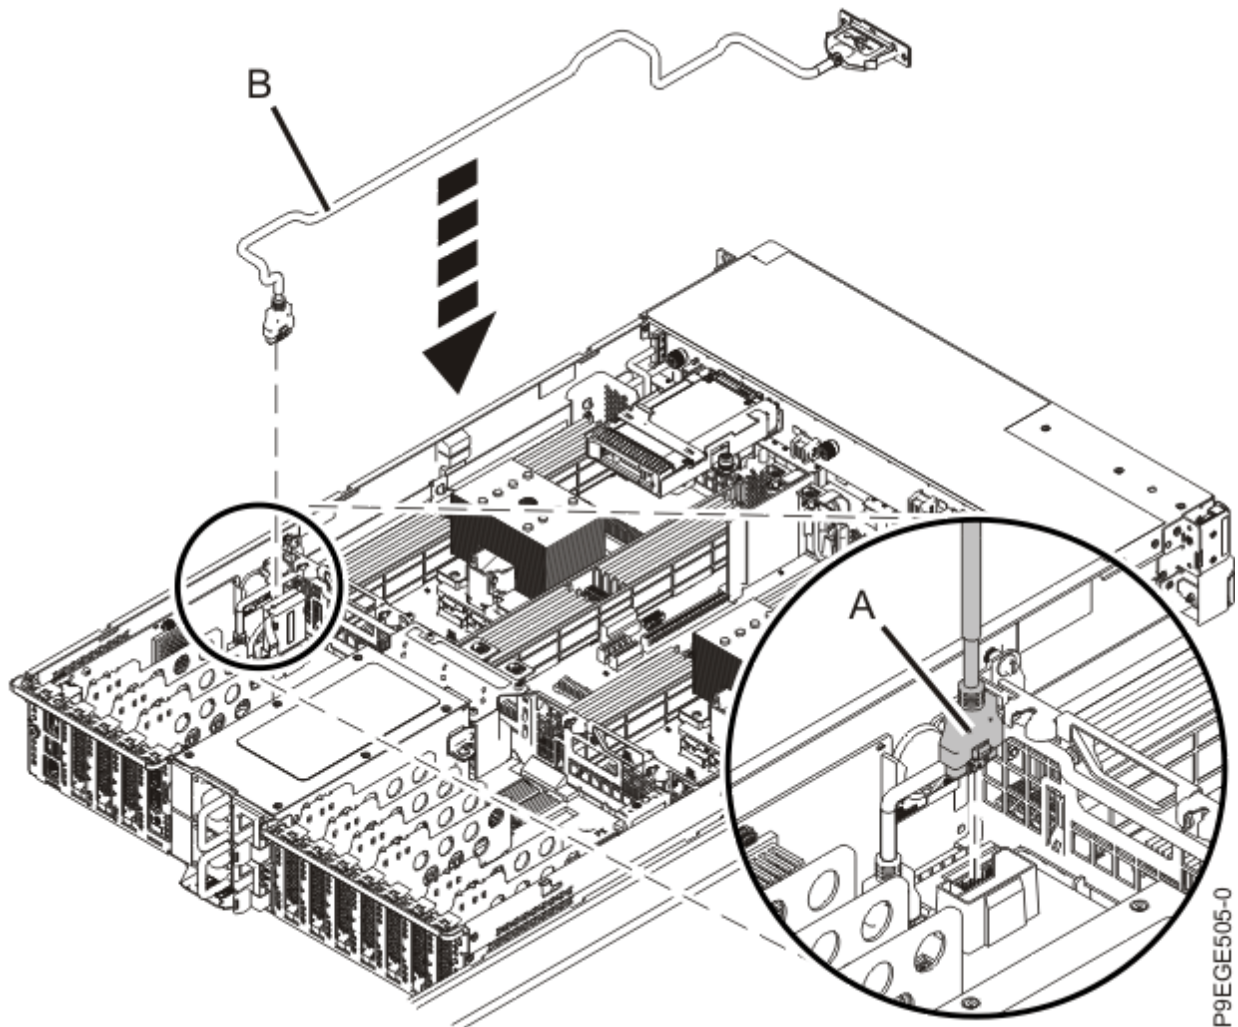

Figure 12. Installation du câble USB avant
4. Branchez le câble USB **(A)** au connecteur du fond de panier système, comme indiqué à la Figure 12, à la page 14.